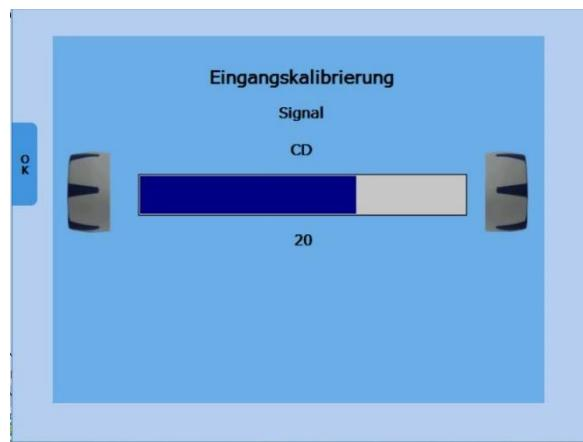

Abbildung 8
Um die CD-Spracheingabe zu kalibrieren, wählen Sie mit der Signalauswahltaste (11) die Option CD. Drücken Sie die Monitor-Taste (6) und anschließend die Schaltfläche Kalibr (17), um den Kalibrierungsbildschirm zu öffnen (Abbildung 8).